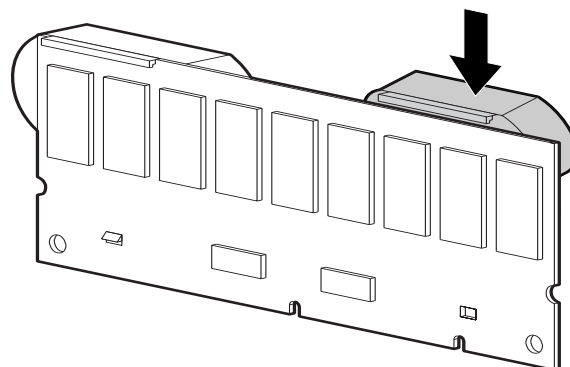

図 7: バッテリーのインストール
6. モジュールのプレーンに対して 30 度傾け、新しいニッケル水素電池の上部をモジュール上部に引っ掛けます。図 7 を参照。